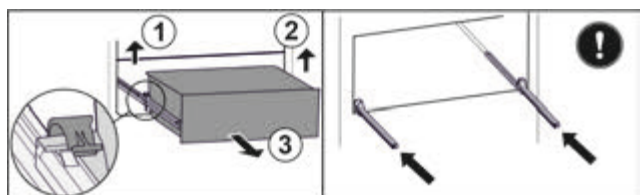

Fig. 96
- ▶ Підняти лівий затискач і одночасно висувний ящик ліворуч потягнути вперед. Fig. 96 (1)
- ▶ Підняти правий затискач і одночасно висувний ящик праворуч потягнути вперед. *Fig. 96 (2)*
- ▶ Вийняти висувний ящик рухом вперед. *Fig. 96 (3)*